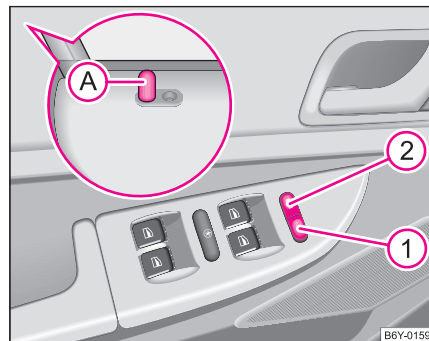

Abb. 23 Tasten für Zentralverriegelung
Beim Entriegeln oder Verriegeln bewegt sich der Sicherungskopf **(A)** in der Tür nach oben oder nach unten ⇒ Seite 43, Abb. 23.
- mit den Sicherungsknöpfen in den Vordertüren (A) ⇒ Seite 43, Abb. 23 (nur verriegeln)
Ist die Safe-Sicherung außer Betrieb gesetzt, blinkt die Kontrollleuchte neben dem Sicherungsknopf (A) in der Fahrertür nicht → Seite 43, Abb. 23. Das gilt jedoch nicht im Falle der aktivierten Diebstahlwarnanlage*, denn die Kontrollleuchte zeigt an, dass die Anlage aktiv ist.
– Drücken Sie die Taste **1** ⇒ Abb. 23 oder drücken Sie den Sicherungsknopf **A** in der vorderen Tür nach unten.
– Drücken Sie die Taste **2** ⇒ Abb. 23.
- In der Abbildung ⇒ Seite 43, Abb. 23 ist die Bedienung von Fahrzeugen dargestellt, die mit Fenster-Komfortbedienung* ausgestattet sind ⇒ Seite 49. ■